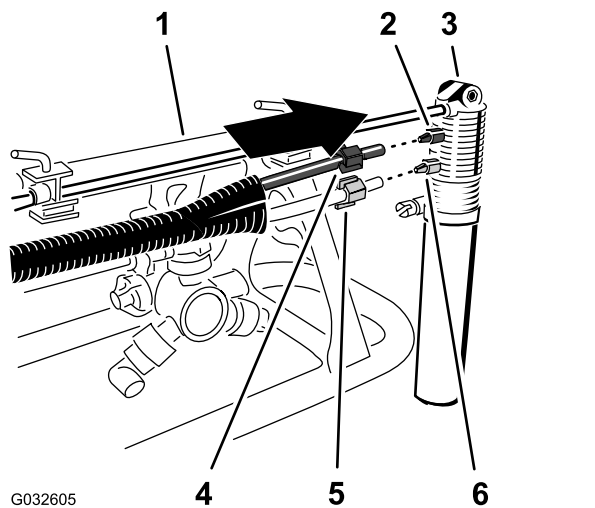

Bild 28
1. Schieben Sie die blaue Druckmutter über die Enden des blauen Schlauchs und die weiße Druckmutter über den durchsichtigen Schlauch (Bild 28).
2. Fluchten Sie das Ende des durchsichtigen Schlauchs mit der weißen Druckmutter und mit dem weißen Anschlussstück der Schaummarkiererdüse aus und ziehen Sie die Druckmutter mit der Hand an (Bild 28).
3. Fluchten Sie das Ende des blauen Schlauchs mit der blauen Druckmutter und mit dem blauen Anschlussstück der Schaummarkiererdüse aus und ziehen Sie die Druckmutter mit der Hand an (Bild 28).